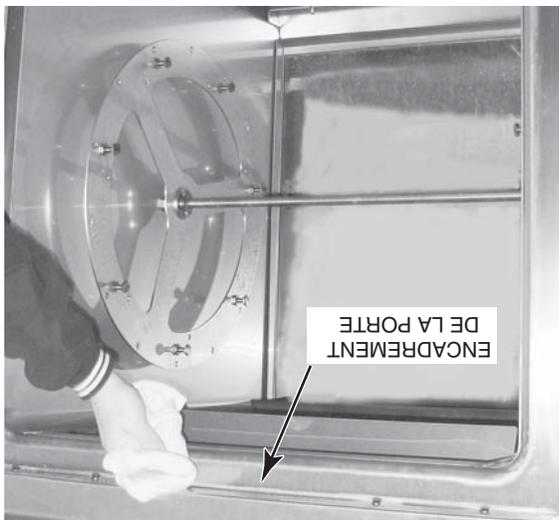

Figure 11
1. Essuyez le four et les accessoires avec un chiffon humide propre imprégné d'une solution savonneuse, à l'intérieur et à l'extérieur (figure 11). Essuyez tout résidu avec un chiffon propre et humide. Laissez sécher.